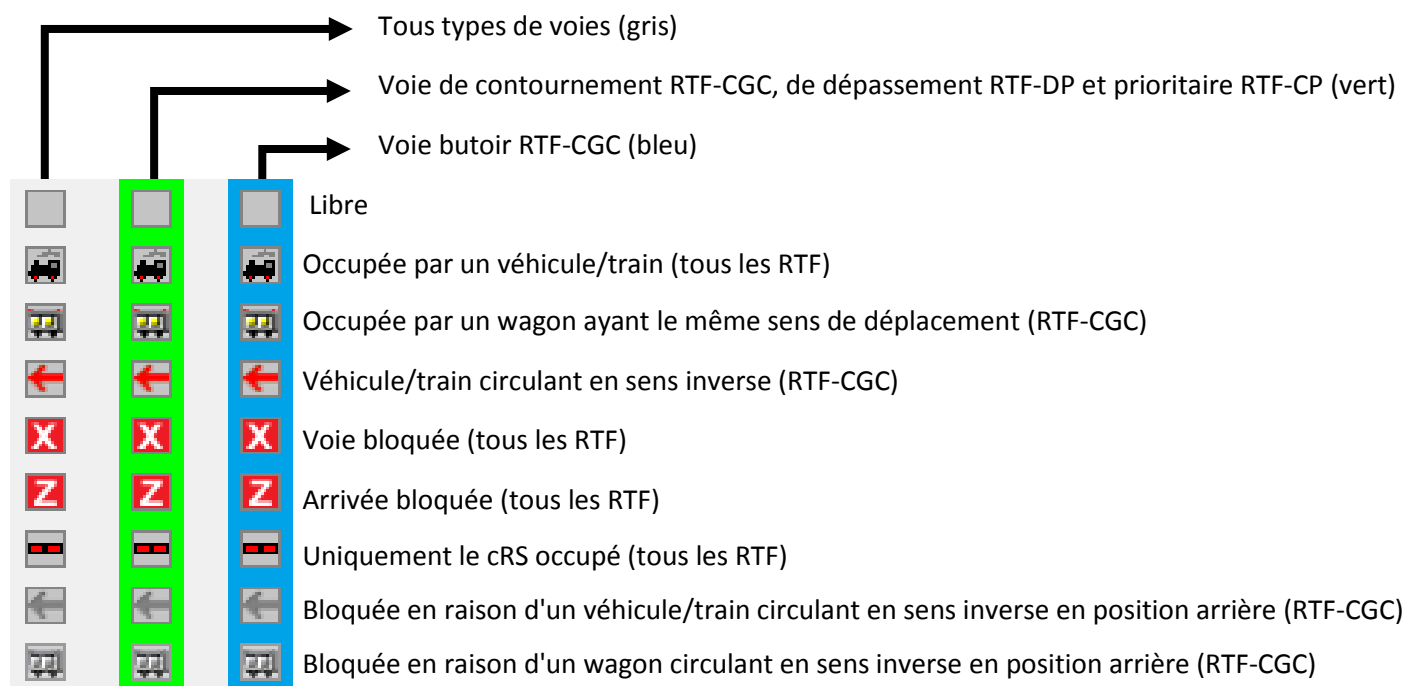

Fig. 14.1
- Dans l'indicateur d'état étendu (colonne 1/2), des informations graphiques supplémentaires sur les AVH peuvent apparaître en fonction du type de RTF (Fig. 14.1):